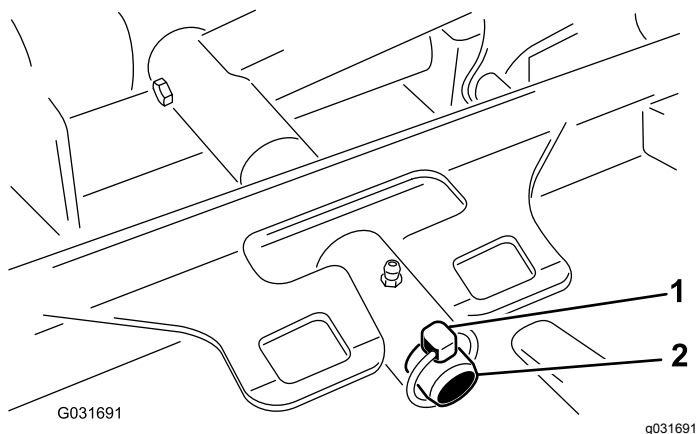

Figure 79
3. Retirez la goupille à anneau qui fixe le bâti porteur du plateau de coupe à l'axe de pivot du bras de levage (Figure 79).
3. Poussez le bâti porteur du plateau de coupe sur la tige de pivot et fixez-le avec la goupille à anneau (Figure 79).